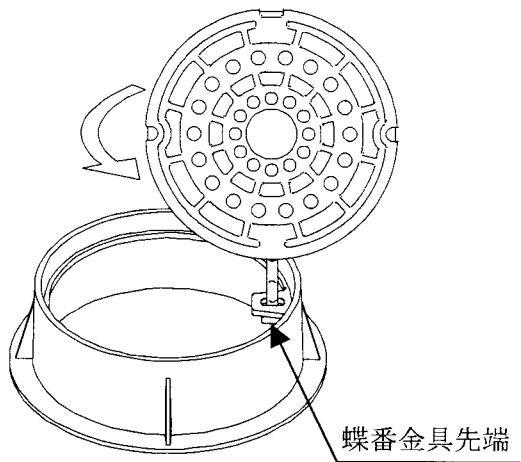

図 8
- 蝶番金具の先端 (T字形) が、ホルダー蝶番金具取付部蓋の下まで抜けたことを確認した後、蓋を 90° 回してください。(図 8 参照)